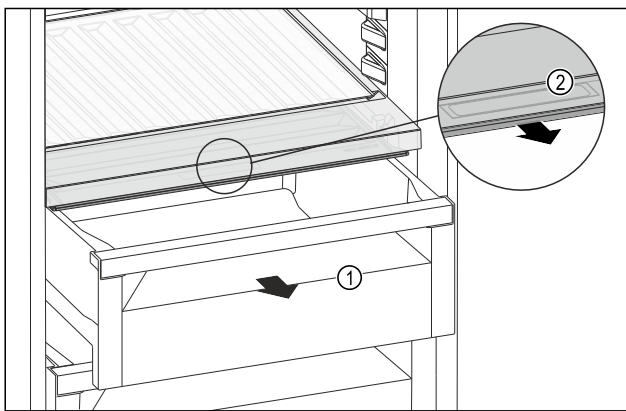

Fig. 100
- ▶ 拉出抽屉 Fig. 100 (1)。
- ▶ 抓住抽屉盖上的内嵌式拉手 Fig. 100 (2)，并同时向前拉出抽屉盖。